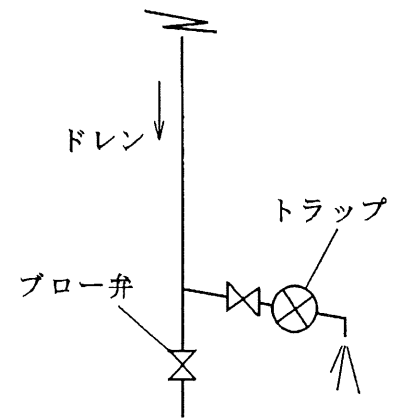

図2
- 3.1 水平配管に、弁箱の流れ方向矢印を流体の流れ方向に合わせて、なるべく垂直に取り付けてください。(図2)